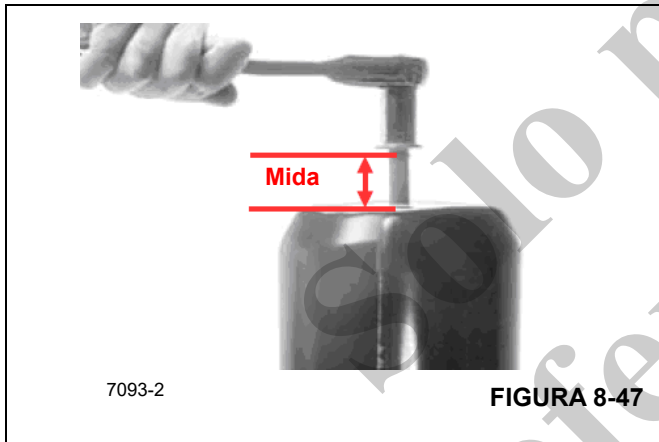

FIGURA 8-47
- El perno soltador tiene roscas dobles, lo cual reduce su recorrido en un factor de 2.4 en una máquina con carrera de 76 mm (3.00 in). Por ejemplo, el resorte de estacionamiento está completamente inmovilizado cuando el perno soltador se ha levantado aproximadamente 33 mm (1.3 in) de la posición de funcionamiento (Figura 8-47). Después del encapsulamiento, extraiga completamente el aire de la cámara del resorte.